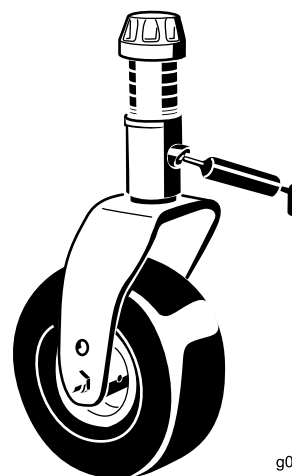

Figura 38
- Dois casquilhos de eixo da forquilha da roda giratória (Figura 38)